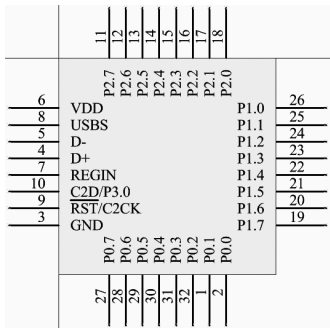

图 11-12 放置好全部引脚的库元件
(5) 按照同样的操作，或者使用阵列粘贴功能，完成其余 31 个引脚的放置，并设置好相应的属性。放置好全部引脚的库元件如图 11-12 所示。